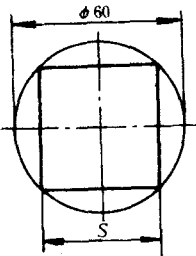

图 1-6 方头螺杆
5. 如图 1-6 所示方头螺杆，螺杆直径 $d=60\text{mm}$ ，求扳手口宽度 S 。